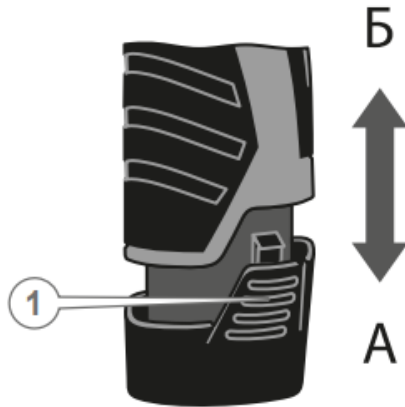

Рисунок 5. Схема під'єднання та від'єднання акумуляторної батареї.
5.1.6.1 Під'єднання/від'єднання акумуляторної батареї (рис. 5):